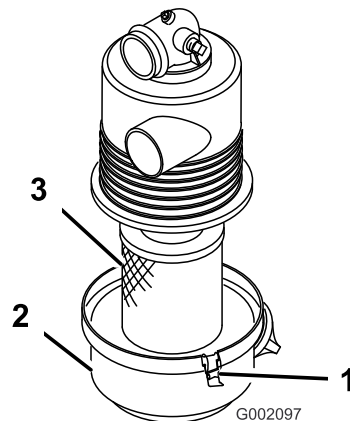

図 24
3. エアクリーナのカバーをボディーに固定しているラッチを外す。ボディーからカバーを外す。カバーの内部をきれいに清掃する（図 24）。
4. 汚れを落とさないように注意しながら、ボディー内部から古いエレメントを静かに引き出す（図 24）。ボディーにフィルタをぶつけないように注意してください。